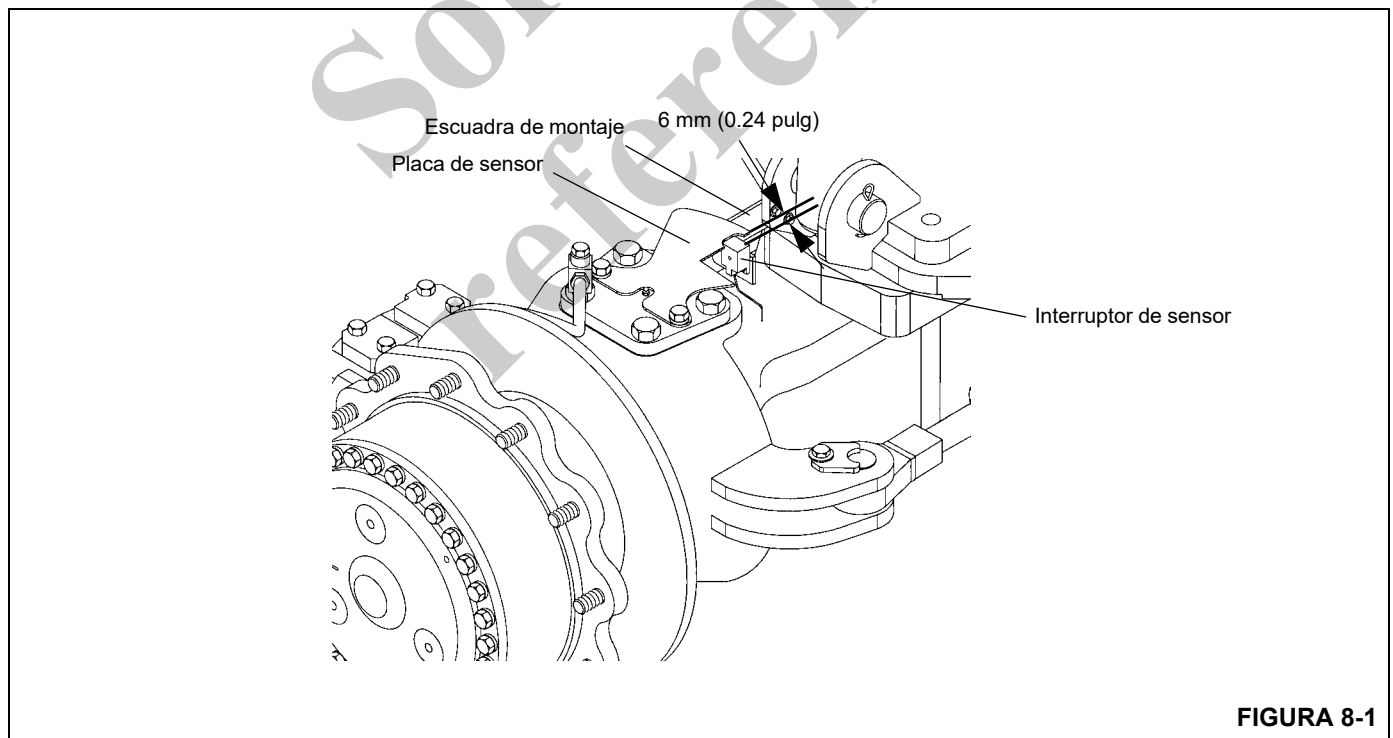

FIGURA 8-1
**NOTA:** Al efectuar los ajustes del indicador de dirección trasera con los pasos siguientes, consulte la Figura 8-1.